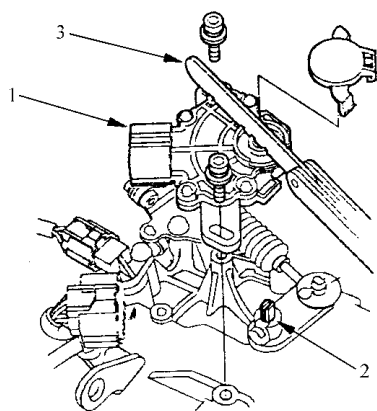

图 5-76 用塞尺使开关保持在 N 档位置
7) 如图 5-76 所示，使用 2.0mm 厚的塞尺片，使开关保持在 N 档位，轻轻地将变速器档位开关插入控制轴上。